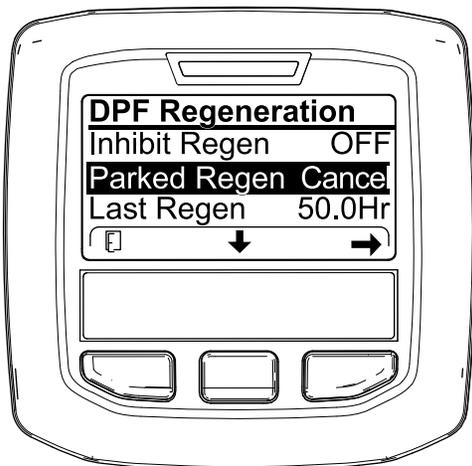

Figure 82
1. Ouvrez le menu Régénération du FAP (Figure 82).
2. Appuyez sur le bouton central pour naviguer jusqu'à l'option PARKED REGEN CANCEL (Figure 82) ou RECOVERY REGEN CANCEL (Figure 83).
3. Appuyez sur le bouton droit pour sélectionner l'option Regen Cancel (Figure 82 ou Figure 83).